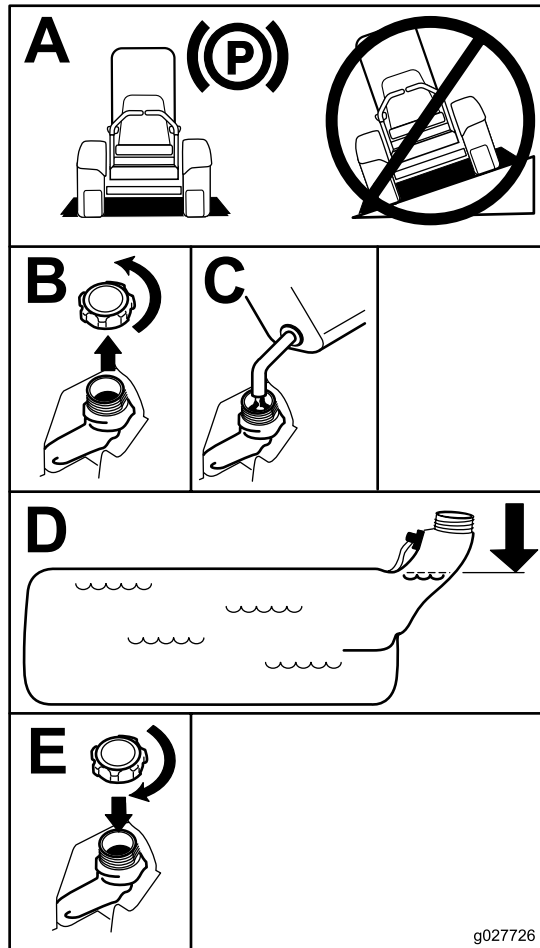

Figure 12
3. Nettoyez la surface autour du bouchon du réservoir de carburant et enlevez le bouchon. Versez de l'essence ordinaire sans plomb dans le réservoir de carburant jusqu'à ce que le niveau se situe entre 6 et 13 mm (¼ et ½ po) en dessous de la base du goulot de remplissage (Figure 12).